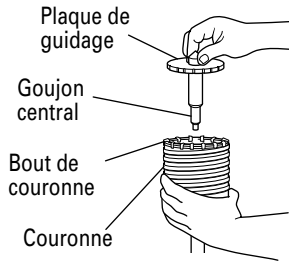

Fig. 28
- (3) Introduire la guijon central dans la plaque de guidage jusqu'à ce qu'il arrête.
- (4) Engager la plaque de guidage dans la couronne et tourner la plaque de guidage à gauche ou à droite de manière à ce qu'elle à ce qu'elle ne puisse pas tomber, même si elle orientée vers le bas. (Fig. 28)